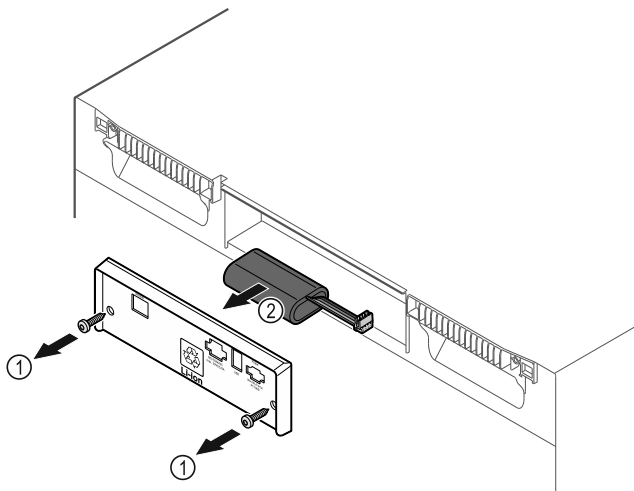

Fig. 202
- ▶ Odvrnite vijke i skinite pokrov sa stražnje strane uređaja Fig. 202 (1).
- ▶ Iskopčajte i izvadite bateriju Fig. 202 (2).